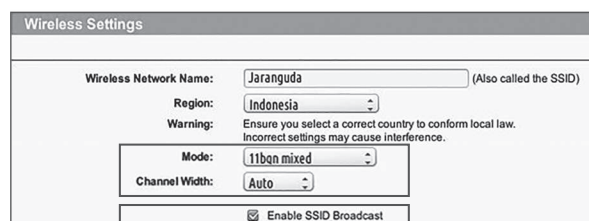

Fig. 1
2. Sørg for at din router 802.11 Mode til trådløs indstilling er b/g/n mixed. (Se Fig. 1)
3. Sørg for at din routers Channel/Band Width til trådløs indstilling er Auto eller 20M eller 20M mixed 40M. (Se Fig. 1)
4. Sørg for at din routers Enable the SSID Broadcast funktion er markeret, når du tilslutter maskinen med App'en. Og du kan lukke det, når forbindelsen er oprettet. (Se Fig. 1)